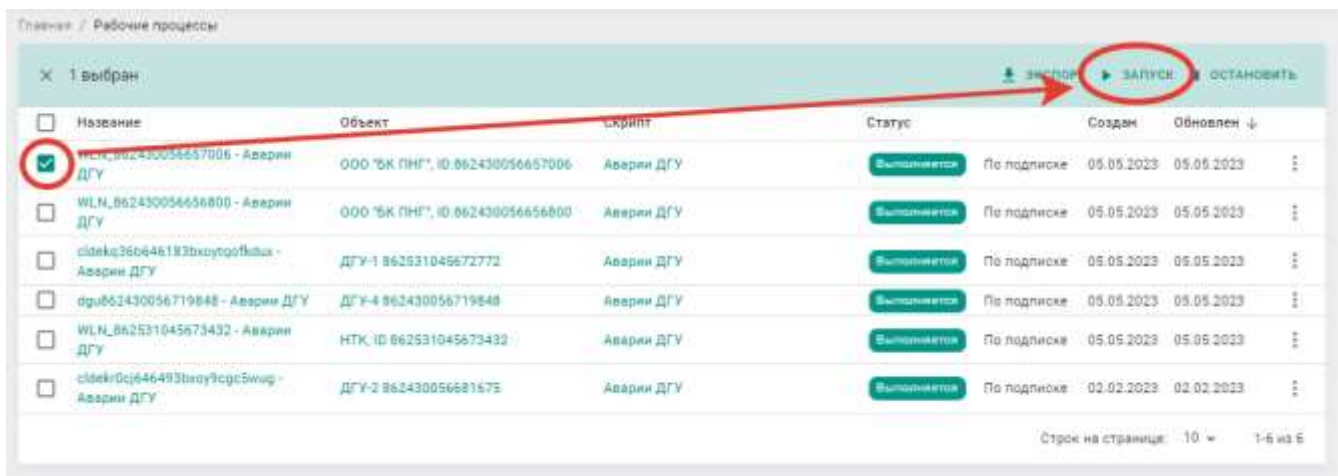

Рисунок 2.8 — Запуск рабочих процессов
2. Выбрать с помощью чек-боксов необходимые объекты и в появившейся панели групповых операций нажать «Запуск» (см. рисунок 2.8):